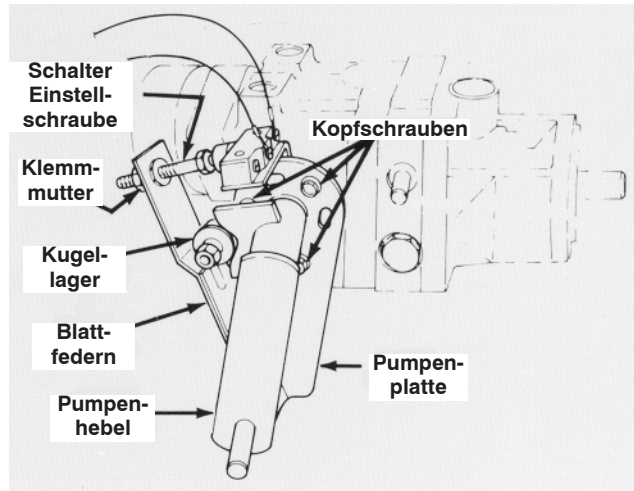

Bild 60
1. Stellen Sie die Maschine auf einer ebenen Fläche ab und stellen Sie den Motor ab. Aktivieren Sie die Feststellbremse, kippen Sie den Sitz nach vorne und betätigen Sie den Pumphebel (Bild 60), um sicherzustellen, dass die Pumpe richtig positioniert ist und ungehindert funktioniert. Korrigieren Sie etwaige Abweichungen.
6. Da sich das Rad dreht, muss die Pumpenplatte eingestellt werden. Stellen Sie vor dem Einstellen der Pumpenplatte den Gasbedienungshebel auf LANGSAM. Wenn sich das Rad nach vorne dreht, lösen Sie die Kopfschrauben und bewegen die Unterseite der Pumpenplatte ein wenig nach links (Bild 60). Wenn sich das Rad jedoch nach hinten dreht, bewegen Sie die Pumpenplatte nach rechts (Bild 60). Wenn sich das Rad nicht mehr dreht, ziehen Sie die Kopfschrauben an, mit denen die Pumpenplatte gegen die Seite des Getriebes gedrückt wird, Prüfen Sie die Einstellung mit dem Gasbedienungshebel auf LANGSAM und auf SCHNELL.
- Das Kugellager ist nicht ordnungsgemäß befestigt oder abgenutzt (Bild 60).
- Blattfedern sind zu schwach oder beschädigt (Bild 60). Tauschen Sie sie aus.
2. Betätigen Sie den Pumphebel (Bild 60), um sicherzustellen, dass alle Teile ordnungsgemäß funktionieren und richtig positioniert sind.
3. Lösen Sie dann die Klemmmutter. Drehen Sie die Einstellschraube für den Schalter (Bild 60) bis ein Abstand zwischen dem Schraubenkopf und der Schaltertaste besteht.